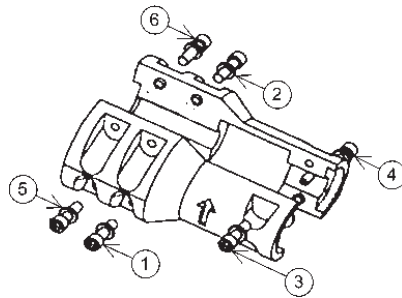

Figura 5: Patrón de torsión del acople
8. Apriete muy ligeramente los (4) tornillos de cabeza hueca restantes en el acople. Apriete el acople de manera uniforme; asegure que el acople esté simétrico tanto en el eje de la bomba como en el del motor. NO apriete los tornillos de cabeza hueca aún.
9. Apriete los tornillos de cabeza hueca en el acople. Consulte la Figura 5 para obtener el par de torsión correcto. Vea la sección “Datos de ingeniería” en la página 8 de este manual para obtener el valor de par de torsión correcto.